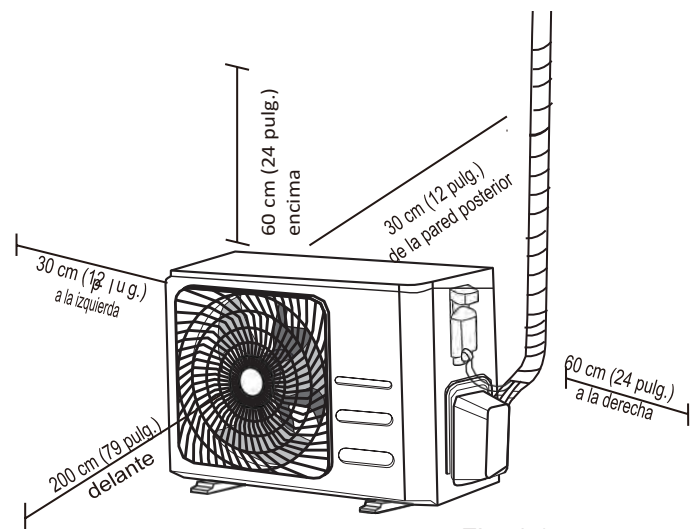

Fig. 4.1
- Cumple con todos los requisitos de espacio que se muestran en Requisitos de espacio de instalación (**Fig. 4.1**)